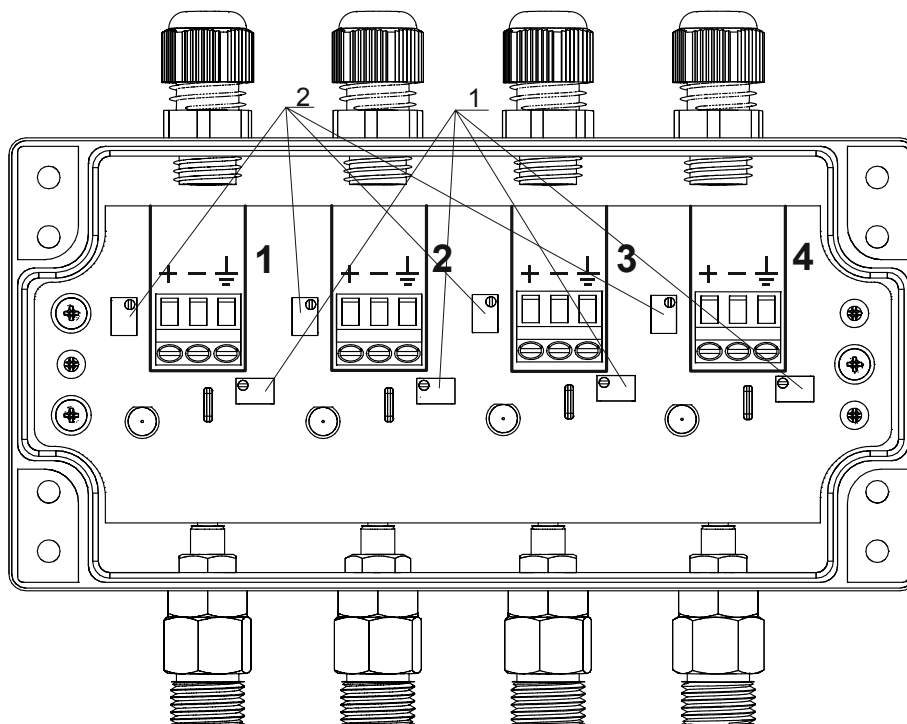

Рисунок 6.2
2) установить потенциометром 1 (см. рисунок 6.2) выходной ток 4 мА;